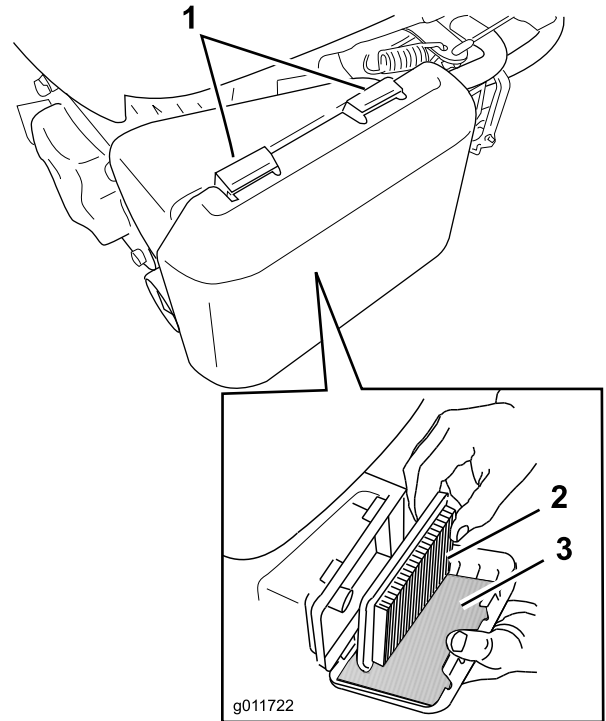

Bild 27
1. Drücken Sie die Verriegelungsnasen oben an der Luftfilterabdeckung nach unten (Bild 27).
3. Entfernen Sie den Papierfilter und den Schaumvorfilter (Bild 27).